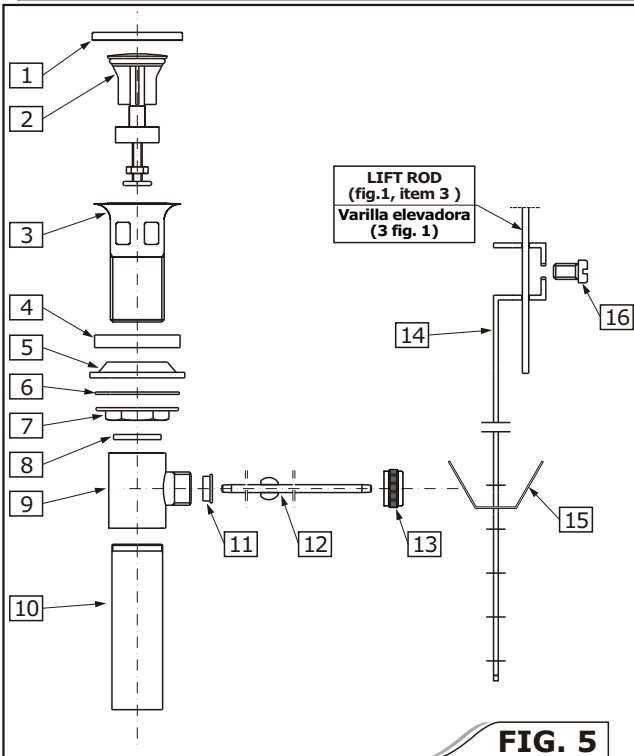

FIG. 5
- Dismantle the drain assembly to the parts shown on fig. 5.
- Insert collar gasket (4) and drain collar (3) into drain hole of a lavatory. From underneath the lavatory slip under-bowl gasket (5) into drain collar (3), washer (6) and flanged nut (7).
- Position under-bowl gasket (5) correctly under the lavatory and screw flanged nut (7) firmly but do not overtighten.
- Make sure washer (8) is inside drain body (9) and screw drain body (9) onto drain collar (3) hand tighten only.
- Desmontar las piezas del drenaje según lo demostrado en la fig. 5.
- Inserte la empaquetadura superior (4) y el tapon de drenaje (3) en el agujero del drenaje de un servicio. Coloque por debajo del lavatorio la empaquetadura inferior (5) en el collar del drenaje (3), la arandela (6) y tuerca de montaje (7).
- Coloque la empaquetadura inferior (5) correctamente debajo del servicio y entornille a tuerca de montaje (7) firmemente pero no apriete demasiado.
- Cerciorese de que la arandela de tubo (8) este en el cuerpo del drenaje (9) y entornille el cuerpo del drenaje (9) en el collar del drenaje (3) apriete solamente con la mano.